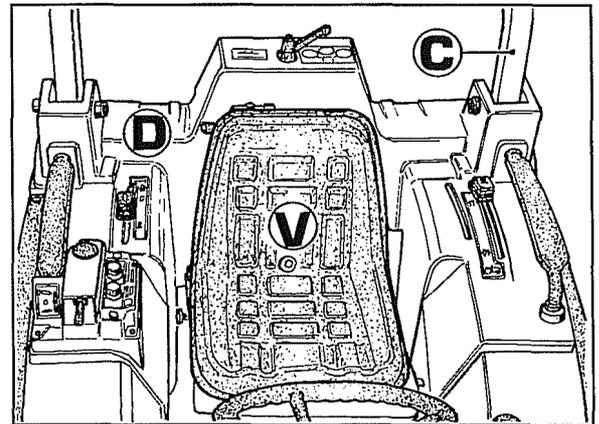

Fig. 29
1. Quitar el asiento **V** fig.29.
- b. Quitar el roll-bar **C** y la carrocería de fibra de vidrio **D** fig.29 luego de haber quitado las diversas empuñaduras, manijas y el soporte mandos elevador.